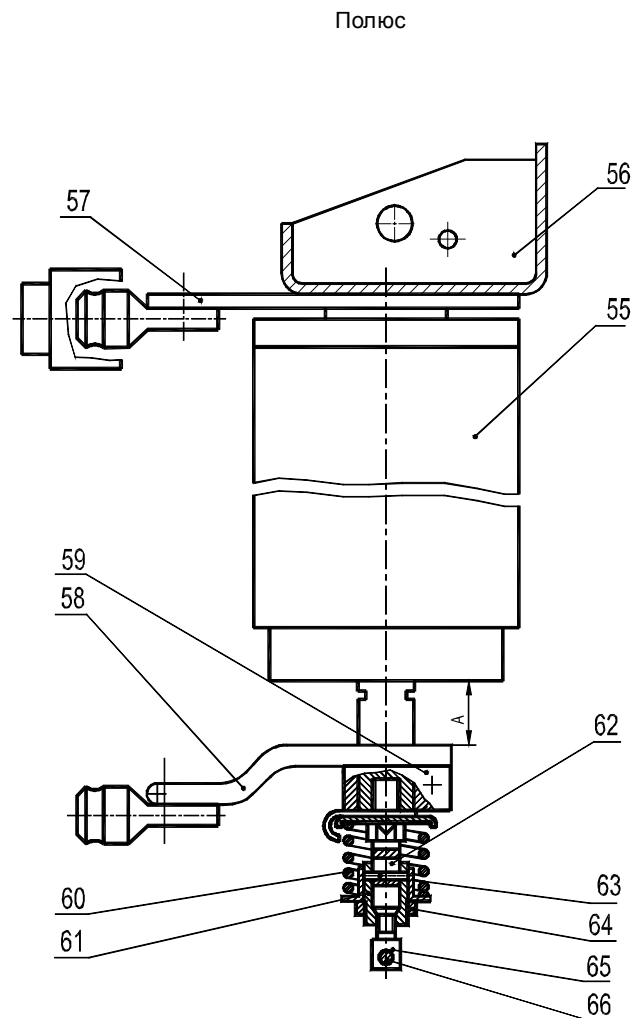

Рис.7
1.5.6. Полюс выключателя (рис.7)
2.3.3.3. Регулировку хода контакта (рис.7) осуществлять с помощью тяги 65. Для осуществления регулировки необходимо снять ось 66, соединяющую в двух местах на рычаге 18 (рис.16) (при отключенном выключателе) тягу 4 с валом выключателя. Ход подвижных контактов 16 ± 1 мм, определяется как разность размера А в отключенном и включенном положении выключателя.
Износ контактов определяется во включенном положении выключателя штангенциркулем ШЦ-1-125-0,1, как разность расстояния А (рис.7), измеренного до начала эксплуатации (эти размеры на каждый полюс рекомендуется заносить в паспорт выключателя) и во время контрольной проверки. При износе контактов более 2,5 мм КДВ заменить.